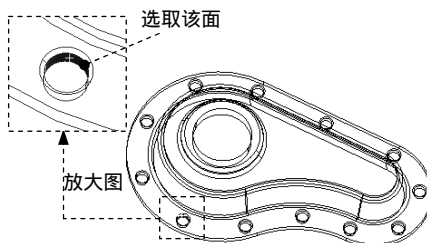

图 2.6.20 选取曲面 (四)
(1) 在图形区选中图 2.6.20 所示的曲面对象并右击, 在弹出的快捷菜单中选择 **Create Named Selection** 命令, 弹出“Selection Name”对话框。